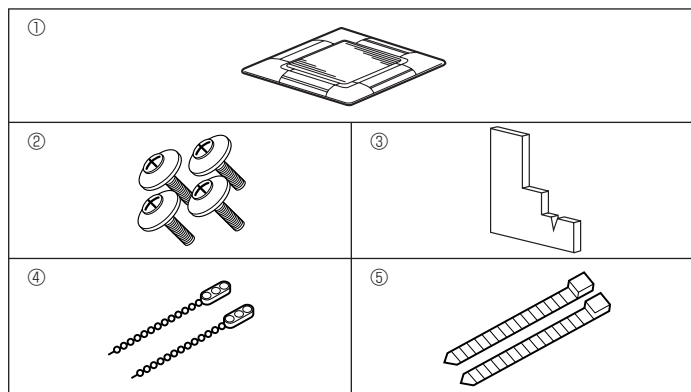

Fig. 7-1
7.1. Vérification des accessoires de la grille (Fig. 7-1)